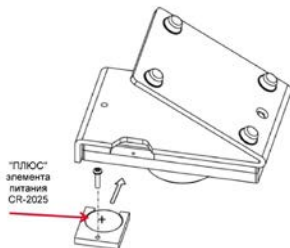

Рис.1. Установка элемента питания и монтаж панели.
- 3.2. Установите элемент питания CR2025 в контейнер и установите контейнер в панель соблюдая полярность (Рис.1). Закрепите контейнер в панели при помощи винта.